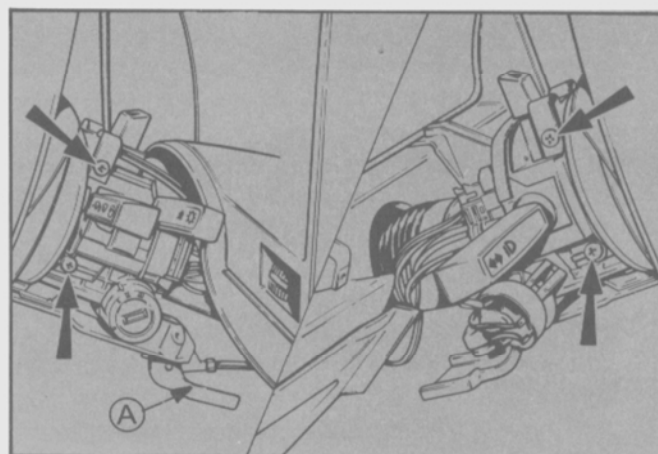

Fig. 23 - Tornillo de sujeción de los interruptores multifuncionales.
- Retirar las cubiertas superior e inferior de la columna de la dirección, y desconectar los interruptores multifuncionales y la palanca de destrabe de capó. (Fig. 23).